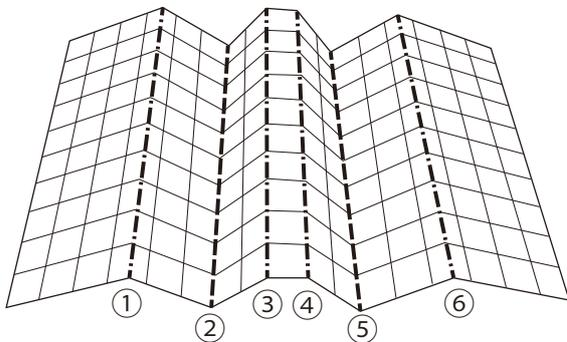

図4 工作用紙の折り方
3) 図4のように①から⑥の折り筋にそって谷折り、山折りします。